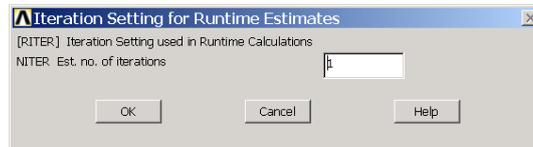

图5.56 迭代次数或荷载步数
(2) 单击 Main Menu>Run-Time Stats>Iter Setting 菜单，弹出如图 5.56 所示的【Iteration Setting for Runtime Estimates】对话框。如无需修改单击【OK】按钮。